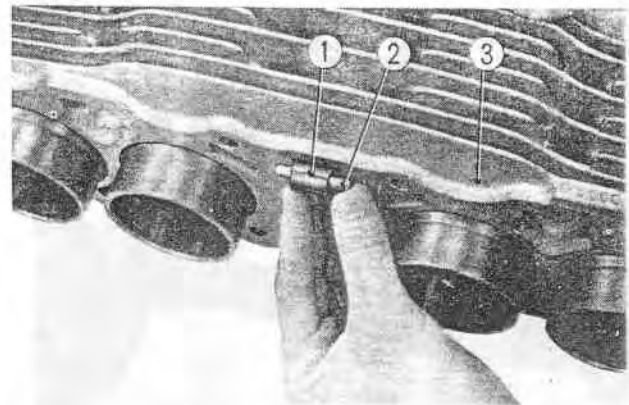

Fig. 3-29 ① Guide de chaîne de distribution
12. Extraire du fond du cylindre l'axe du guidage de chaîne de distribution et enlever le guide de chaîne de distribution du cylindre. (Fig. 3-29)